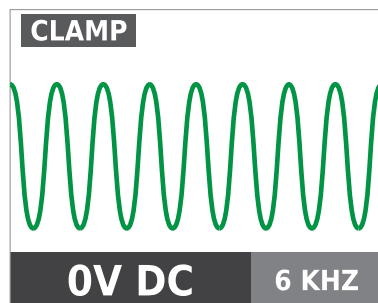

Figura 4.10a
2. Tenere premuta per 2 secondi la modalità segnale Alto per selezionare la modalità Morsetto sul trasmettitore. La modalità morsetto genera un segnale potenziato di 6kHz per fornire risultati di tracciamento superiori. Il display del trasmettitore dovrebbe apparire come mostrato nella Figura 4.10a.